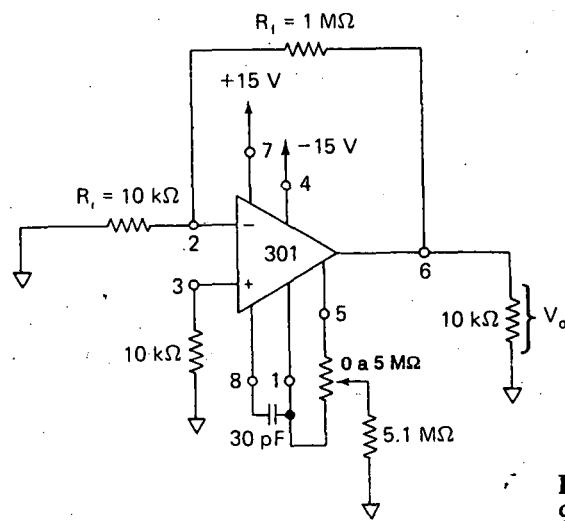

FIGURA 9-9 Circuito para el ejemplo 9-6.
Un amplificador operacional 301 del circuito de la figura 9-9 tiene las siguientes especificaciones de deriva: conforme la temperatura cambia de 25 a 75°C, I_{os} tiene una variación *máxima* de $0.3 nA/^{\circ}C$ y V_{io} varía como *máximo* a $30 \mu V/^{\circ}C$.
- 9-13.** En la figura 9-9 V_{io} cambia por ± 1 mV cuando la temperatura cambia 50°C . ¿Cuál es el cambio en V_o debido al cambio en V_{io} ?
- 9-14.** I_{os} cambia ± 20 nA en la figura 9-9 por un cambio de temperatura de 50°C . ¿Cuál es el cambio resultante en V_o ?